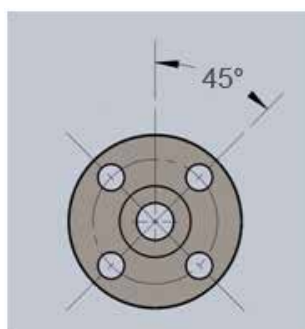

Figure 2. Orientation des trous de boulon
- Soudez les brides à la conduite existante. Assurez-vous que les brides de la conduite et celles de l'Accelabar® possèdent la même valeur NPS (Nominal Pipe Size) et la même pression nominale. L'emplacement du trou du boulon est généralement identique à l'emplacement représenté dans la figure 2, où les boulons chevauchent l'axe de la conduite si la tête de la sonde est placée directement au-dessous ou en dessus de la conduite (dans le cas de conduites horizontales). Toutefois, vous devez tenir compte des contraintes de montage présentées dans la section 4.0.